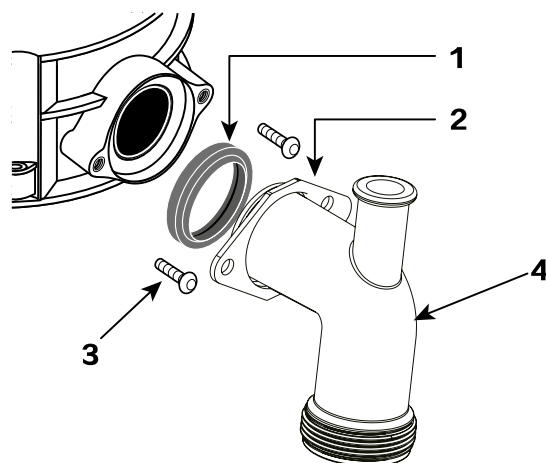

Рис. 10
1. Наденьте металлический фланец (2) на выпускную трубу (4). Вставьте резиновую прокладку (1) в выпускную трубу так, чтобы ее выступ был направлен в сторону металлического фланца (см. Рис. 10), затем вставьте ее в выпускную трубу.